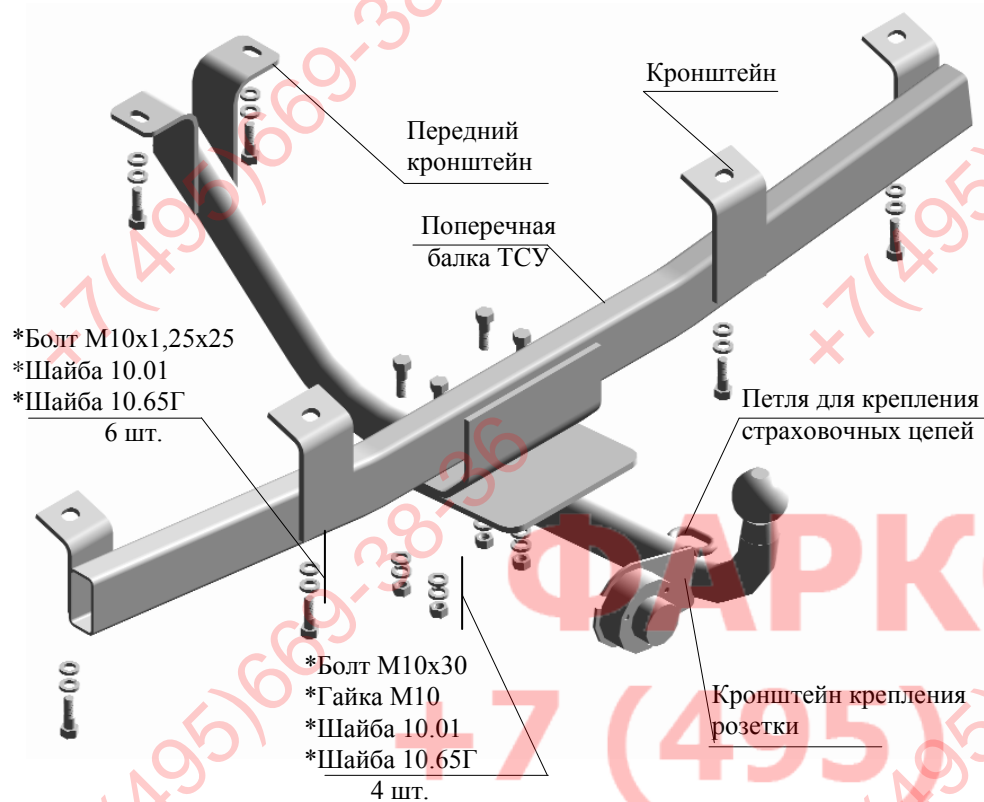

Рис.1 Тягово-сцепное устройство ТСУ 2123.Р
| 2.1 ТСУ 2123.P (2123.02.P) в сборе (рис.1) | 1 шт. |
| 2.2 Пакет с комплектующими (см. рис.1) | 1 шт. |
4.3 Соединить продольную и поперечную балки ТСУ, используя болты М10х30, расположив крепеж в соответствии с рис. 1.